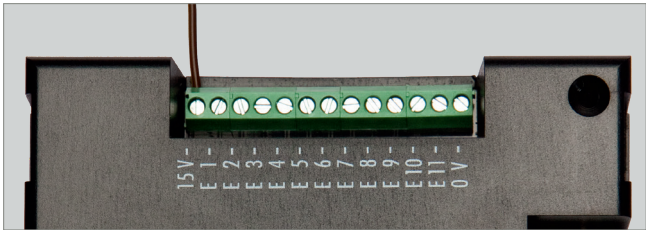
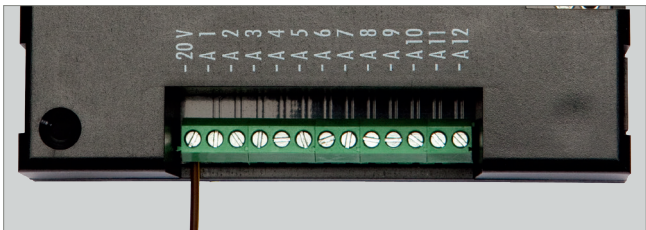

Abb. 5: Schraubklemme 15 V
Abb. 6: Schraubklemme 20 V
- ▶ Schließen Sie eines der Anschlusskabel des Verbrauchers an die dafür vorgesehene Spannung (15 V / 20 V) an, siehe Abb. 5 und Abb. 6.